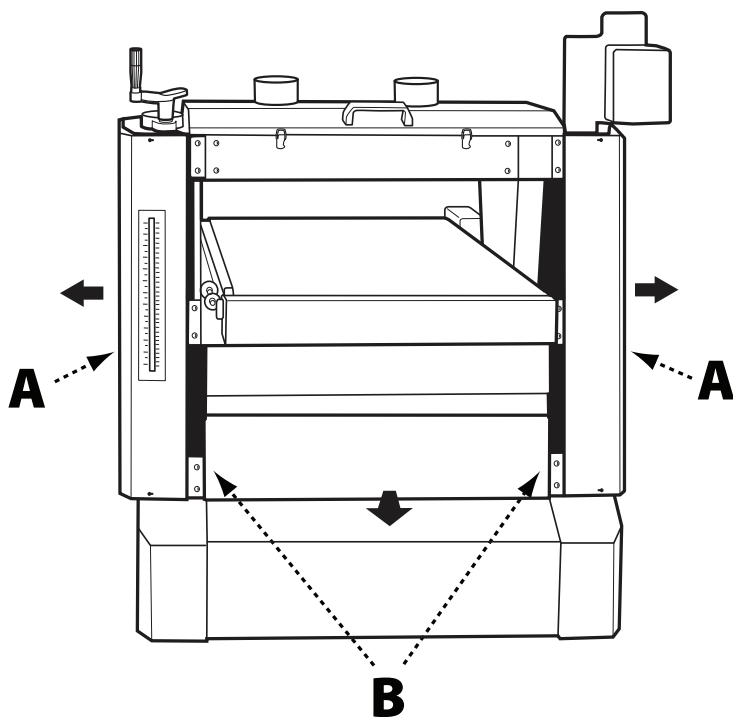

FIG. 6
2. Dévissez les huit boulons à tête Philips et enlevez les rondelles qui retiennent les dispositifs de sécurité (A) à l'appareil du côté gauche et droit afin de retirer les dispositifs. Voir Fig. 6.